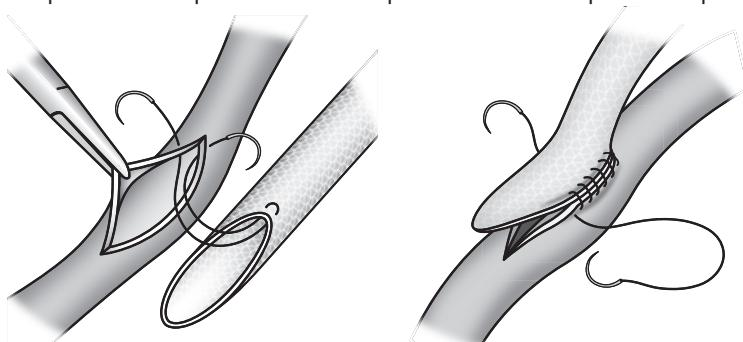

Fig. 5
2. Il est recommandé d'utiliser un monofilament de polypropylène pour suturer. En suturant, éverser les bords de la prothèse et veiller à ce que chaque point de suture traverse toute la paroi et l'une des mailles du treillis. Fig. 5. Il est conseillé d'utiliser uniquement des aiguilles non coupantes lors des sutures.